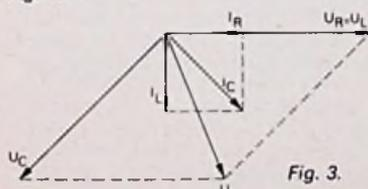

Fig. 3.
a. We tekenen eerst de vector die correspondeert met  $I_R$  (zie fig. 3). De spanning  $U_R$ , die gelijk is aan  $U_L$ , is in fase met  $I_R$  en is groot  $I_R \times R = 30 \text{ V}$ . De stroom  $I_L$  is in fase  $90^\circ$  achter t.o.v.  $U_L$  en is in grootte gelijk aan  $I_R$  (immers  $R = \omega L$ ). De som van  $I_R$  en  $I_L$  levert  $I_C$ . De spanning  $U_C$  is in fase  $90^\circ$  achter t.o.v.  $I_C$ . De grootte van  $U_C$  is  $I_C/\omega C = 30\sqrt{2} \text{ mA} \times \frac{3}{4}k\Omega = 22,5\sqrt{2} \text{ V}$ . De som van  $U_R$  en  $U_C$  levert de voedingsspanning  $U$ . Als grootte hiervan vinden wij uit de figuur 24 V.